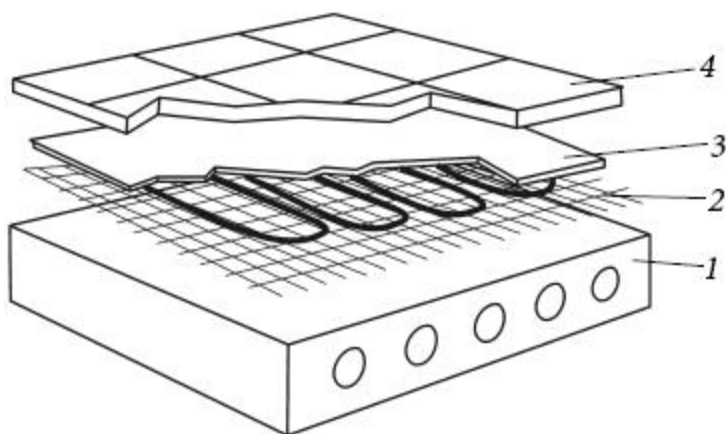

Рис. 27. Система «теплый пол» под керамической плиткой: 1) бетонное основание со стяжкой; 2) термоматы с кабелем; 3) плиточный клей; 4) керамическая плитка
3. Если планируется укладка напольного покрытия из керамической плитки, то на этом этапе необходимо устроить цементно-песчаную стяжку по утеплителю (рис. 27). В остальных случаях стяжку выполняют позже.